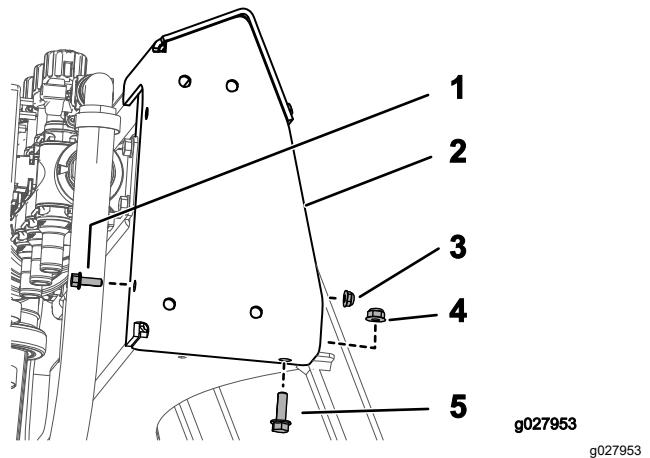

图 9
1. 如 图 9 中所示使用 1 个螺栓  $\frac{1}{4}$  英寸 - 20 x  $\frac{3}{4}$  英寸、1 个螺母  $\frac{1}{4}$  英寸 - 20 英寸、1 个锁紧螺栓  $\frac{5}{16}$  英寸 - 18 x 1 英寸和 1 个凸缘螺母  $\frac{5}{16}$  英寸 - 18 英寸安装上支架。